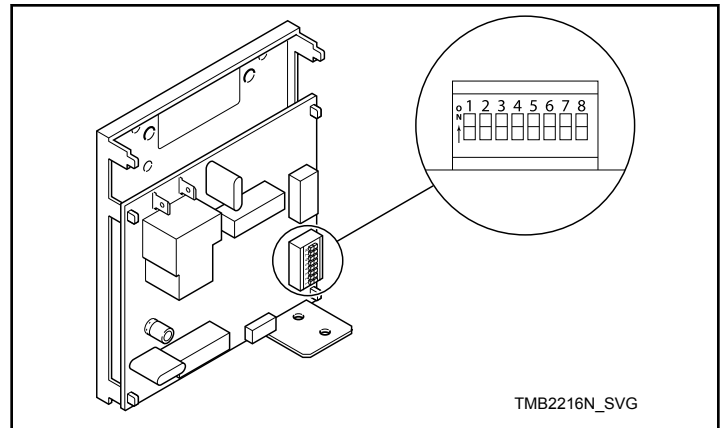

Figura 28
2. Anote los ajustes del interruptor DIP de control de la máquina, después póngalos todos en la posición desconectada. Consulte la *Figura 28*.